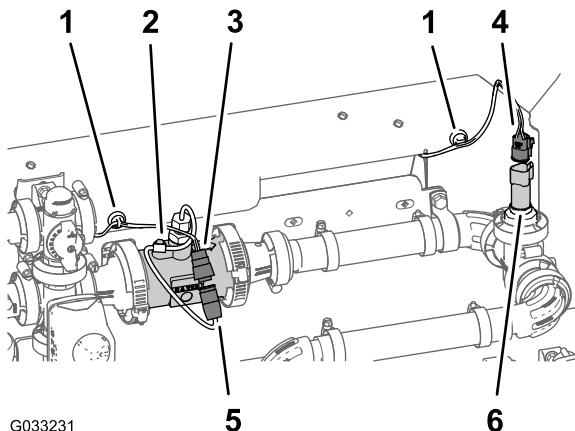

図 101
クタを、マニホールドマウントの後方へ導く図 101。
2. 203cm の枝線のフローメータ用の3ソケットコネクタラベルなしを、フローメータ用ハーネスの3ピンコネクタに接続する図 101。
3. 203cm の枝線のフローメータ用のPressure Transducer ラベル付きの3ソケットコネクタを、水圧トランスデューサテライトの3ピンコネクタに接続する図 101。
4. フローメータと水圧トランスデューサ用のワイヤハーネスの磁石式アンカーを、マニホールドマウントの表面に取り付ける図 101。